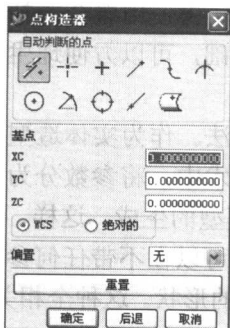

图 1-21
(4) 在弹出的【点构造器】对话框中输入多边形的中心坐标，如图 1-21 所示，单击按钮，将中心定位至原点处，单击按钮，生成的图形如图 1-22 所示。